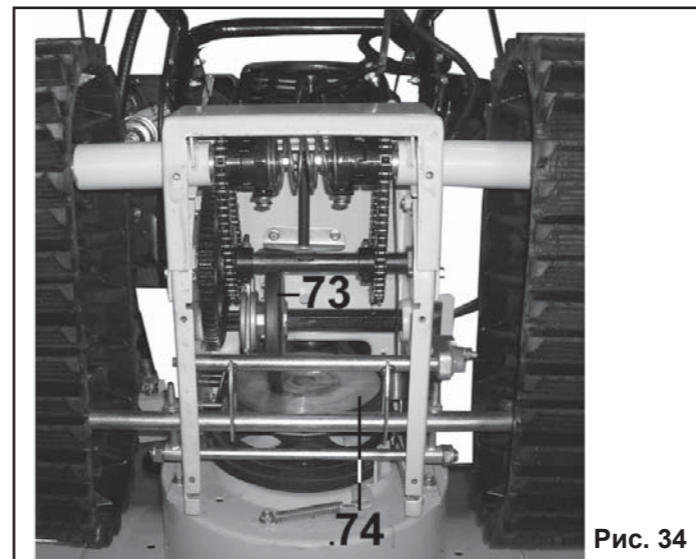

Рис. 34
**9.13. Проверка системы привода колес/гусениц (Рис.34).**
9.13.4. Выкрутите болты крепления нижней крышки корпуса редуктора и демонтируйте ее (на Рис.34 крышка корпуса редуктора снята).